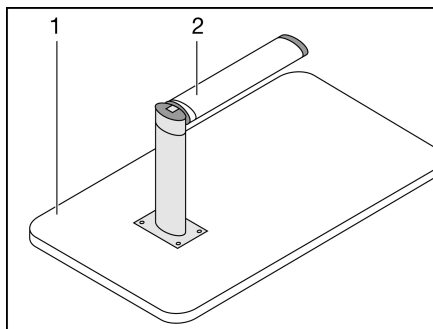

Fig. 52 Struttura di supporto letto
- Sollevare il piano del tavolo (Fig. 52,1) di circa 45° in avanti.
- Tirare la parte inferiore del supporto snodabile (Fig. 52,2) verso il basso e ribaltarla di 90°.